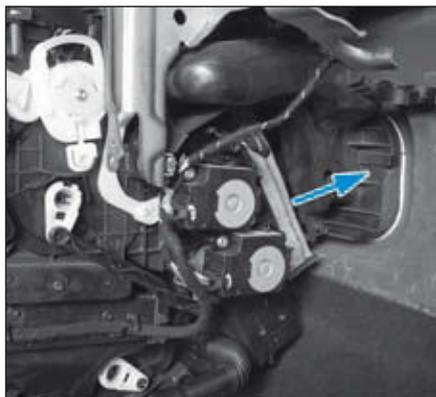

FIG.2
- Ecarter le faisceau électrique (2).
- Déposer le couvercle du filtre à air d'habitacle (3).
- Sortir le filtre à air d'habitacle de son logement (Fig.2).